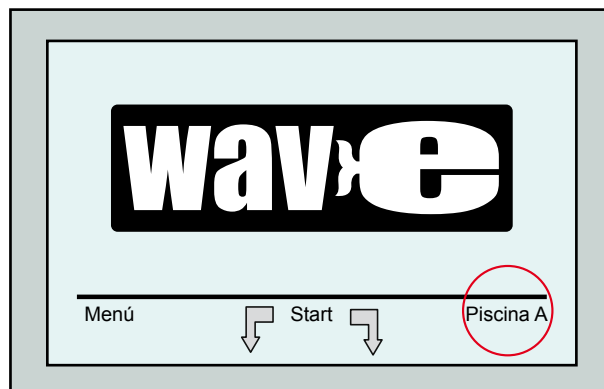

Figura 8: Pantalla *Wave* exhibiendo *Piscina A* como configuración predeterminada
1. Diríjase a la pantalla *Wave*. "Piscina A" aparece como el ajuste presentemente definido, tal como ilustrado en la Figura 8.
1. Para abrir la pantalla *Perfil de Piscina*, oprima la configuración de piscina corrientemente expuesta en el lado derecho de la pantalla *Wave* (vea la Figura 8).